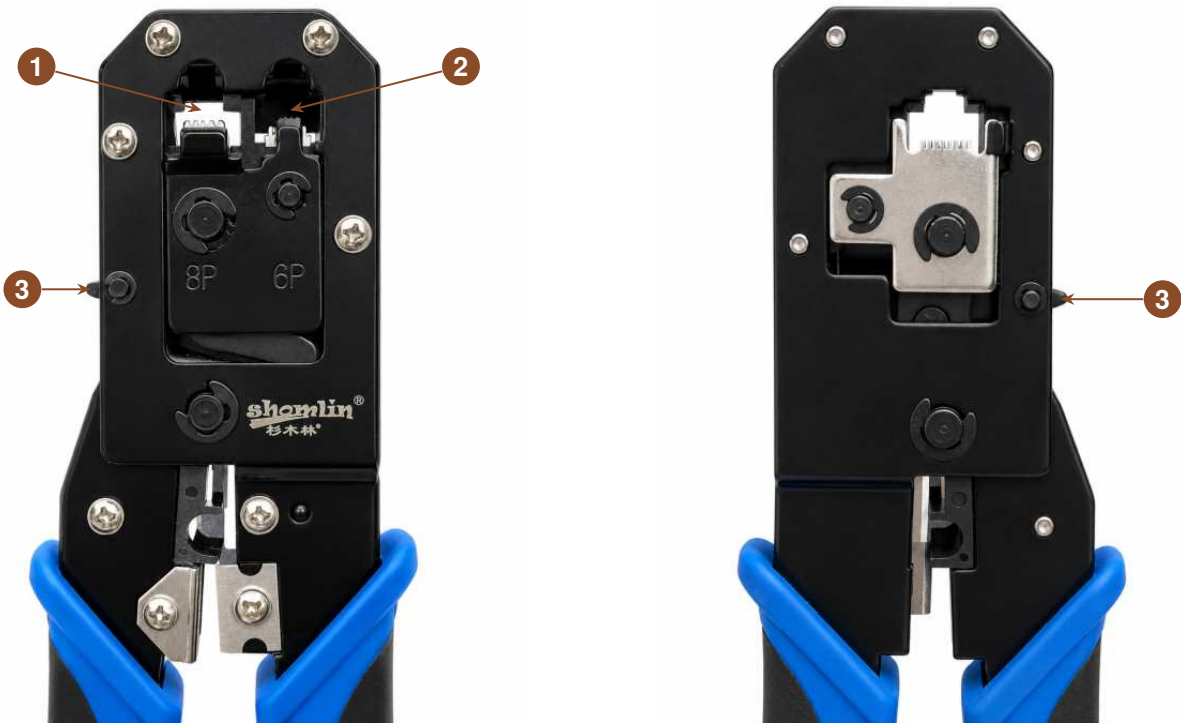

图 1-1 钳头正面（左）与背面（右）。1：8P 模位；2：6P 模位；3：复位键。
- 2. 操作侧边复位键，解除保持，使钳子弹开。复位键位置见图 1-1 中的编号 3。